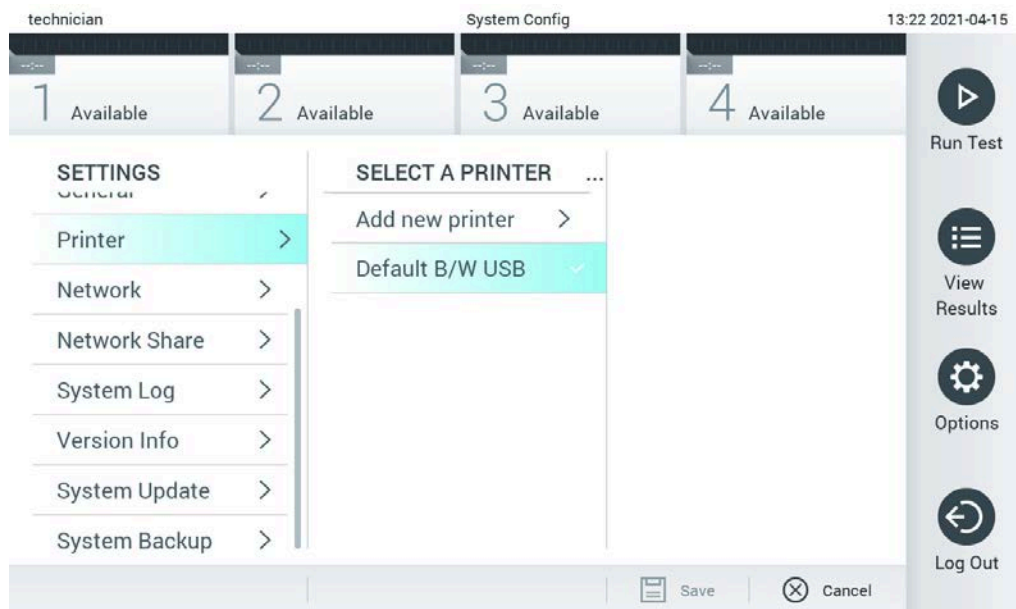

Figura 73. Selectarea unei imprimante a sistemului.
3. Selectați o imprimantă din lista de imprimante disponibile (Figura 73).